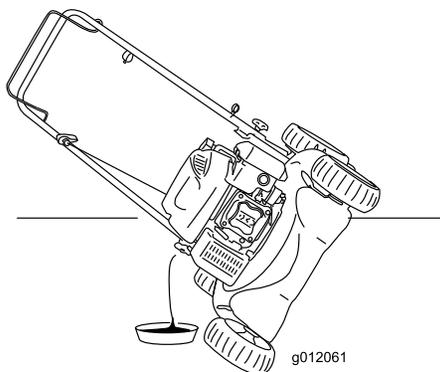

Figura 19
5. Coloque el cortacésped de lado con la varilla de aceite hacia abajo para drenar el aceite usado a través del tubo de llenado de aceite (Figura 19).